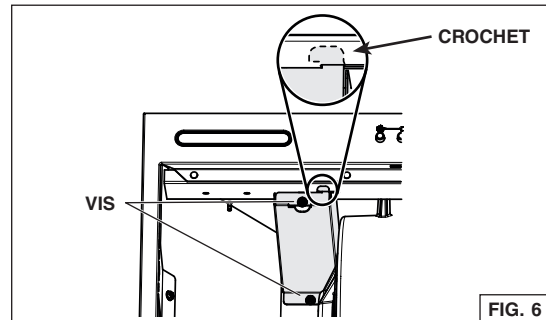

FIG. 6
3. Retirer les 2 vis retenant le couvercle de câblage (pièce en gris dans la Fig. 6) à l'intérieur de la hotte. Glisser le couvercle vers le ventilateur afin de désengager le crochet (en pointillé dans le médaillon) de la paroi de la hotte. Mettre de côté le couvercle et ses vis.